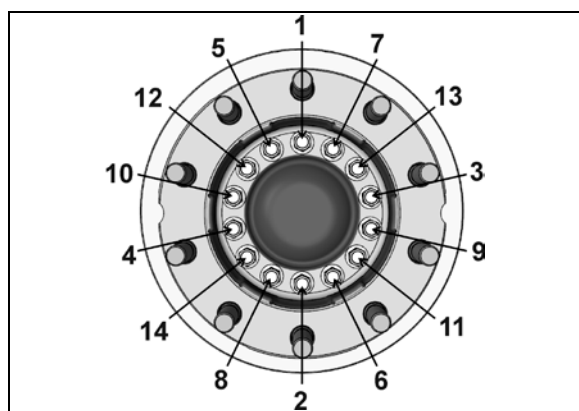

FIGURE 24 : VIS D'ASSEMBLAGE TÊTE HEXAGONALE DE FLASQUE DU MOYEU
12. Assujettir le flasque du moyeu et le disque au roulement du moyeu unifié en utilisant 14 vis d'assemblage de flasque du moyeu. Serrer à 183 ± 9 lb-pi. Se reporter à FIGURE 24 pour la séquence de serrage. **REMARQUE : mettre au rebut les boulons qui commencent à présenter des signes de déformation dans la zone filetée ou sous la tête du boulon.**